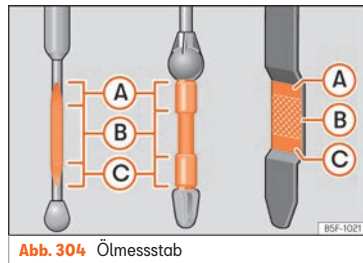

Abb. 304 Ölmesstab
»» **Abb. 304**. Füllen Sie gegebenenfalls Motoröl nach.
»» **Abb. 304 (A)**, starten Sie den Motor bitte nicht. Dies könnte zu einer Beschädigung des Motors und des Katalysators führen. Wenden Sie sich an einen Fachbetrieb.
Der Ölstand darf keinesfalls über dem Bereich »» **Abb. 304 (A)** stehen, andernfalls könnte Öl über die Entlüftung der Motorölwanne angesaugt werden und über die Abgasanlage in die Atmosphäre gelangen.